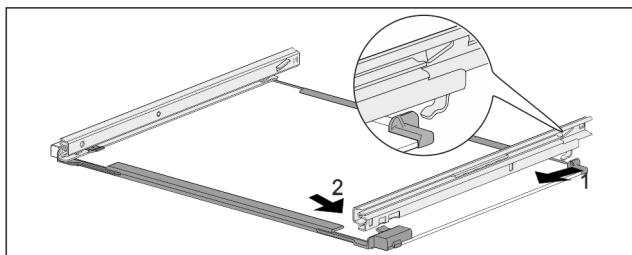

Fig. 158 Płyta szklana z szynami
- ▶ Zaczepić szynę z tyłu. Fig. 158 (1)
- ▶ Zazębić szynę z przodu. Fig. 158 (2)